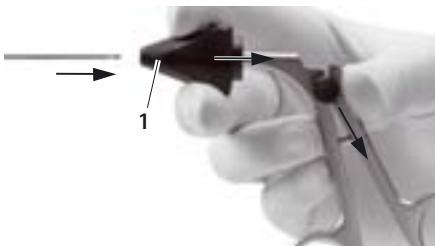

Fig. 8
- Retirar la estrella orientable 1 hasta el tope y mantenerla en esa posición, ver Fig. 8.